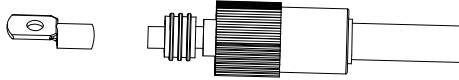

Abb. 3.4
b) Setzen Sie den Gummiring auf, wie in Abb. 3.4 dargestellt.